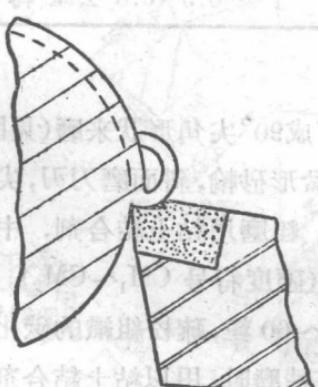

图 4
(3) 阶台式车刀可以断屑，因为从工件上切离的切屑，通过刀具前面，遇台阶阻挡而使铁屑弯曲，然后与工件接触折断（见图 4）。它的切屑形成大致有以下两种：螺旋状和半垫圈形。